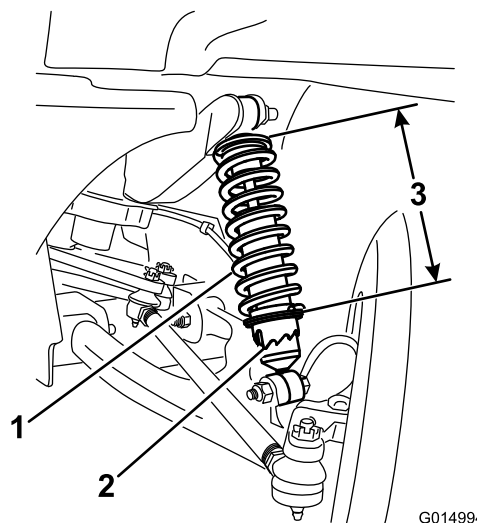

Рисунок 42
3. Используя инструмент Того6010, поверните кольцо на амортизаторе, чтобы изменить длину пружины (Рисунок 42).